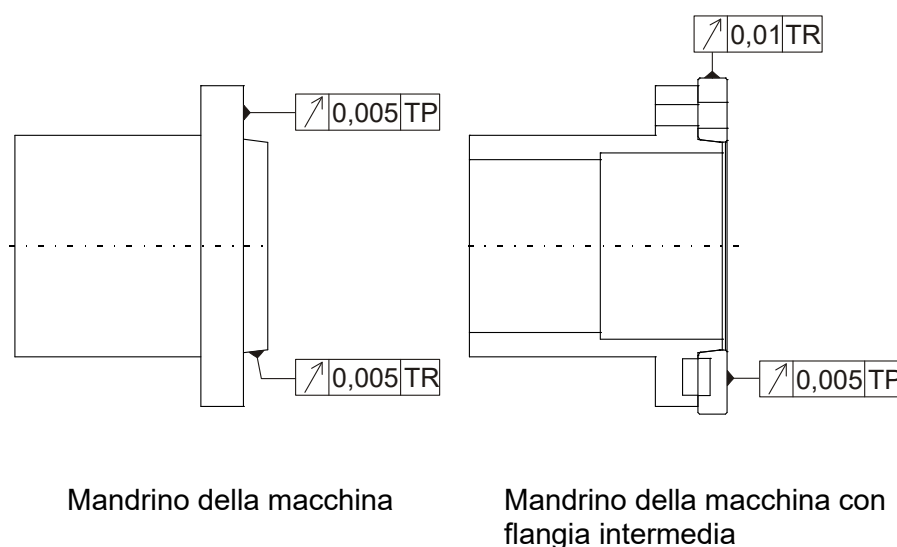

Fig. 3-2: Controllo dell'oscillazione radiale e assiale
- Passo 2** Portare il tubo di trazione (2) nella posizione più avanzata e avvitare l'adattatore (3), dopo aver cosparso la filettatura con una pasta in rame per prevenire la formazione di ruggine/il grippaggio.
- Passo 3** Fissare la flangia intermedia (4) sul mandrino della macchina (se il mandrino di serraggio non è avvitato direttamente al mandrino della macchina) e controllare l'oscillazione radiale e assiale secondo la Fig. 3-2.
- Passo 4** Rimuovere la boccia di tenuta (1) dal mandrino di serraggio affinché in seguito (vedi passo 7) sia possibile svitare il dado scanalato (5).